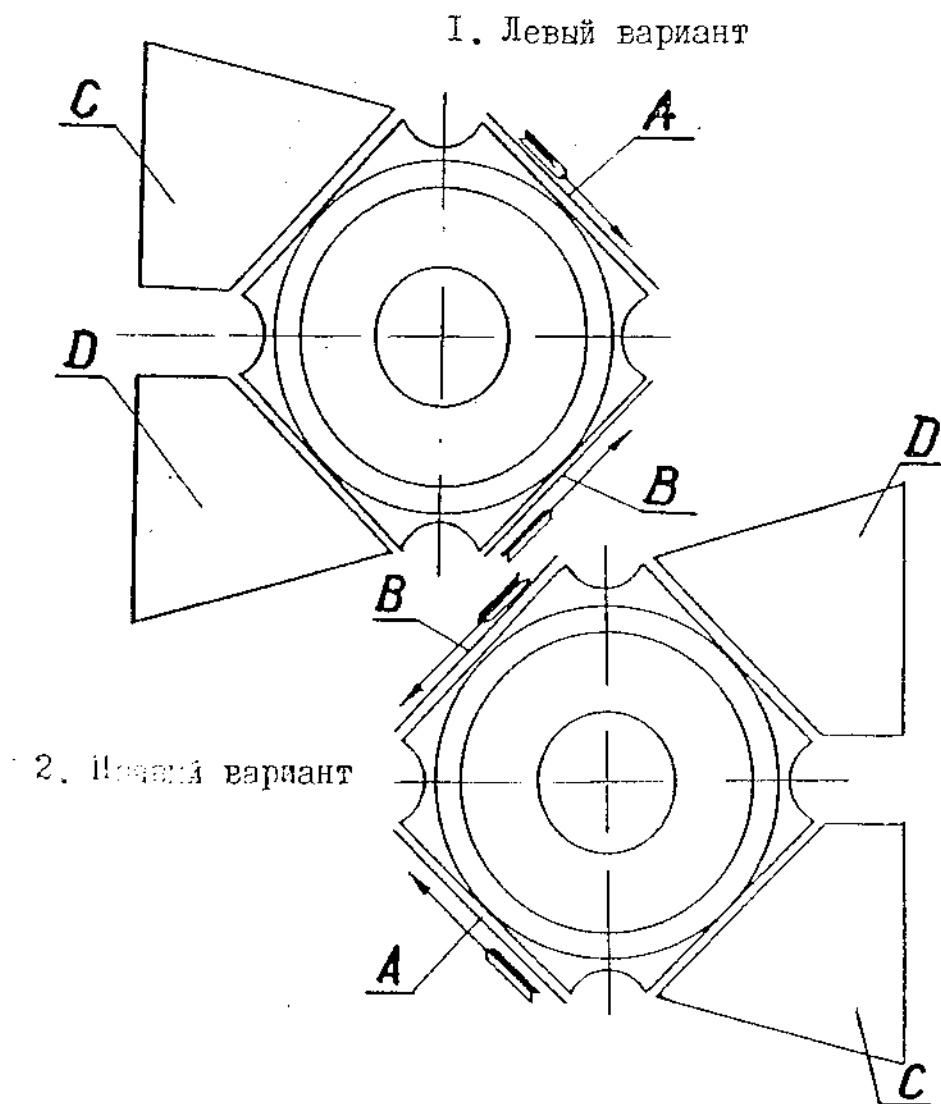

Рис. 8.1. Схема установки патрубков и крышек газосборника (вид по полёту).
3. ПРИ ПОСТАНОВКЕ КРЫШЕК СЛЕДУЕТ ИМЕТЬ В ВИДУ, ЧТО СТРЕЛКИ, ИЗОБРАЖЕННЫЕ НА КРЫШКАХ, ДОЛЖНЫ БЫТЬ ОСТРИЕМ НАПРАВЛЕНЫ ДРУГ К ДРУГУ, КАК УКАЗАНО НА РИС. 8.1.